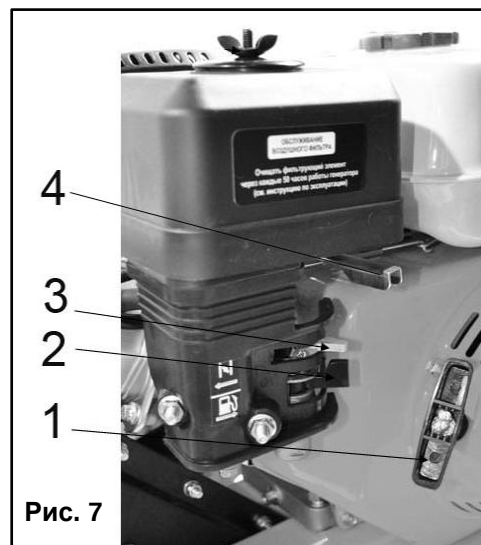

Рис. 7
3. Установите рычаг привода дросселя в положение «Заяц». (4) (См. Рис. 7).
5. Установите рычаг привода воздушной заслонки (3) (См. Рис. 7), в положение «ЗАКРЫТО» (CLOSE).
7. Медленно потяните за ручку шнура стартера (1) (См. Рис. 7), пока не почувствуете сопротивление. Затем вытяните, преодолевая компрессию, рывком шнур стартера на полную длину. Медленно отпустите шнур за ручку шнура стартера в исходное положение.
1. Установите рычаг управления дросселем (4) (См. Рис. 7) в положение “Черепаха”.